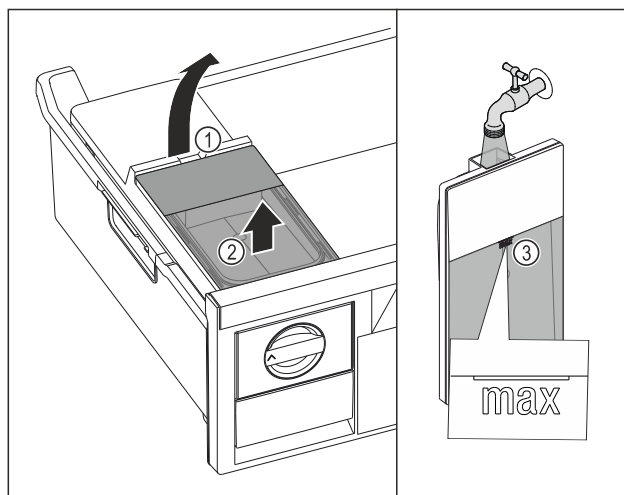

Fig. 78
- ▶ Zvedněte nádržku na vodu za vybrání Fig. 78 (1).
- ▶ Vyjměte nádržku na vodu nahoru. Fig. 78 (2)
- ▶ Naplňte nádržku na vodu pitnou vodou až po značku Fig. 78 (3).